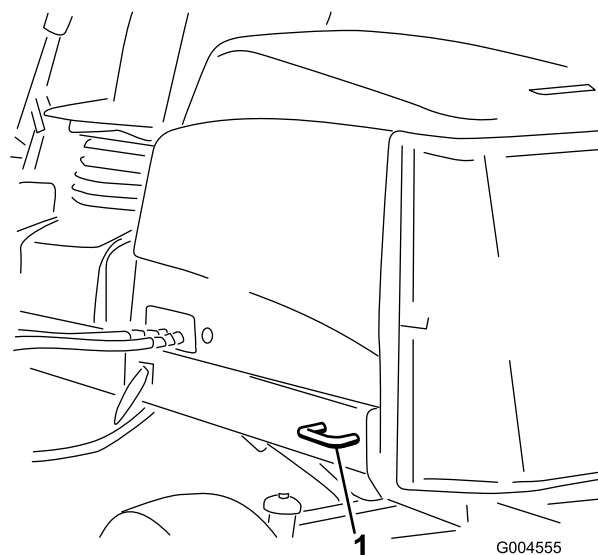

Figura 41
- Traseira – cada lado da máquina na estrutura traseira (Figura 41).